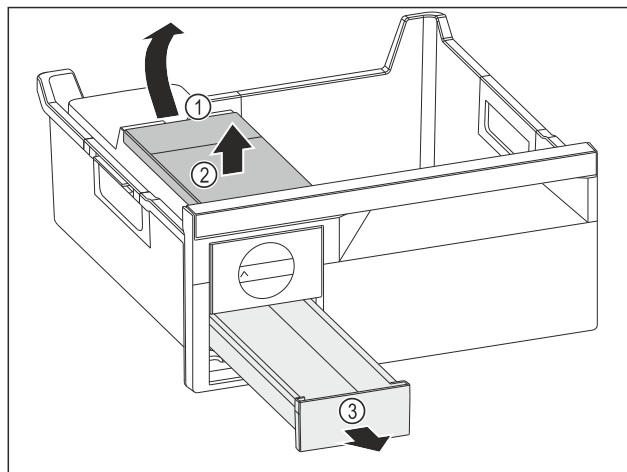

Fig. 142
- Odoberanie nádržky na vodu: Nádržku na vodu nadvihnite za vybranie Fig. 142 (1).
- Nádržku na vodu Fig. 142 (2) odoberte smerom nahor.
- Zásuvku na kocky ľadu Fig. 142 (3) odoberte smerom nahor.